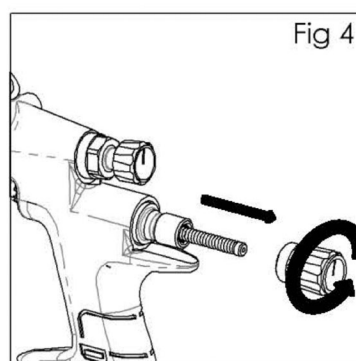

Fig 4
3. Retirez le bouton du régulateur de produit (28) et le ressort (29). (Voir fig. 4).